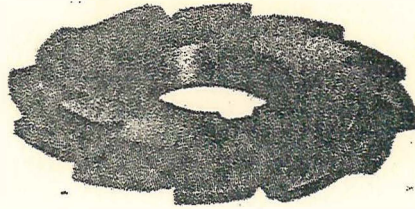

Fig. 1
- Al elegir la fresa (Fig. 1) para fresar un piñón téngase en cuenta :